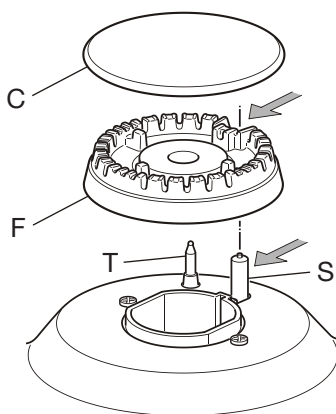

Fig. 3.1
- √ L'apparecchio è dotato di valvolatura di sicurezza (vicino ad ogni bruciatore è presente una sonda "T" come da fig. 3.1, 3.3 - da non confondere con l'elettrodo "S" dell'accensione elettrica), l'erogazione del gas viene bloccata se la fiamma dovesse spegnersi accidentalmente.
É molto importante verificare il perfetto posizionamento dello spartifiamma **F** e del cappello **C** del bruciatore (vedere figure 3.1 e 3.2) perché un loro spostamento dalla sede può essere causa di gravi anomalie.